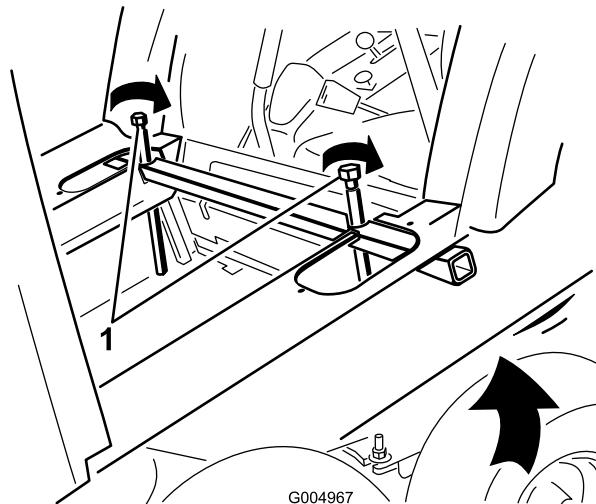

Figura 82
34. Levante a traseira da cabina o suficiente para libertar a parte de trás do banco ao apertar lenta e uniformemente os parafusos do macaco (Figura 82) em cada lado do tubo do macaco da cabina, um pouco de cada vez.